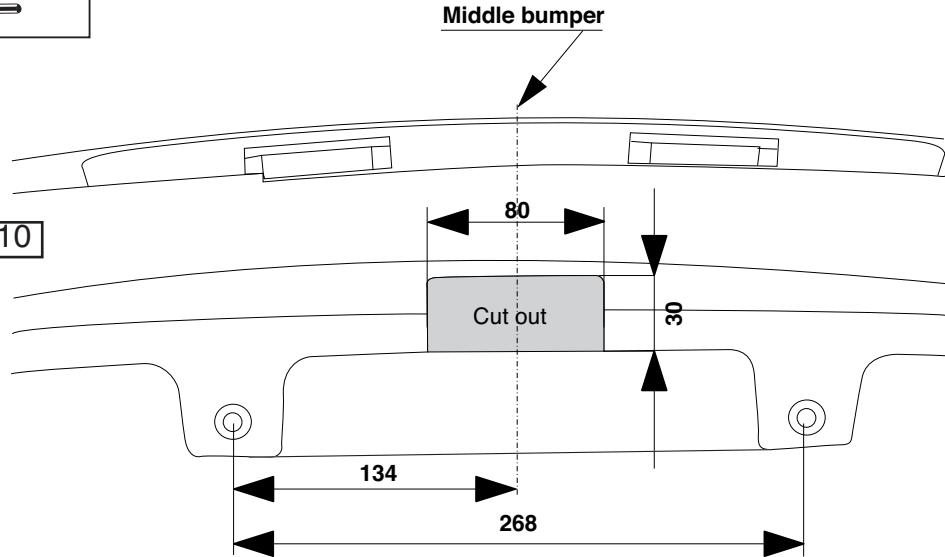

Fig.2
4. Выпилить часть из бампера в середине снизу, как указано на рис. 2 и 3.